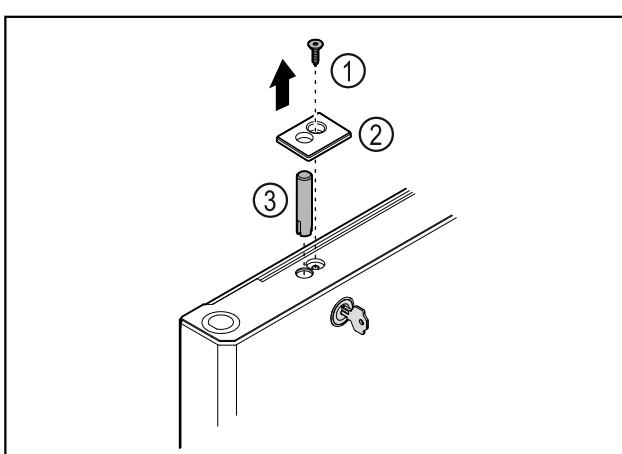

Fig. 42
- Извлеките винт Fig. 42 (1).
- С помощью небольшой отвертки освободите крышку Fig. 42 (2) от фиксации и снимите ее.
- Извлеките запорный палец Fig. 42 (3).